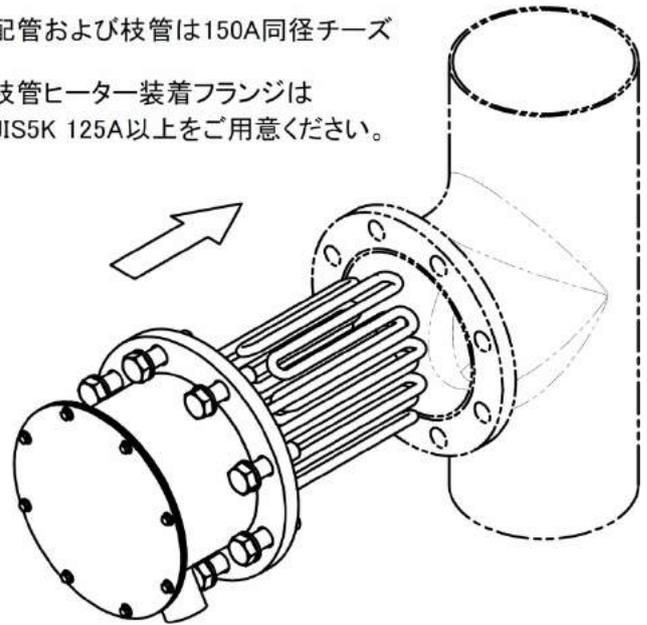

図5 フランジヒーター取付図 (SLTL15 用)
4. フランジヒーターのみの購入も可能です。その場合は、チーズ部・配管部をご用意ください。(写真2,図5,6,7参照)